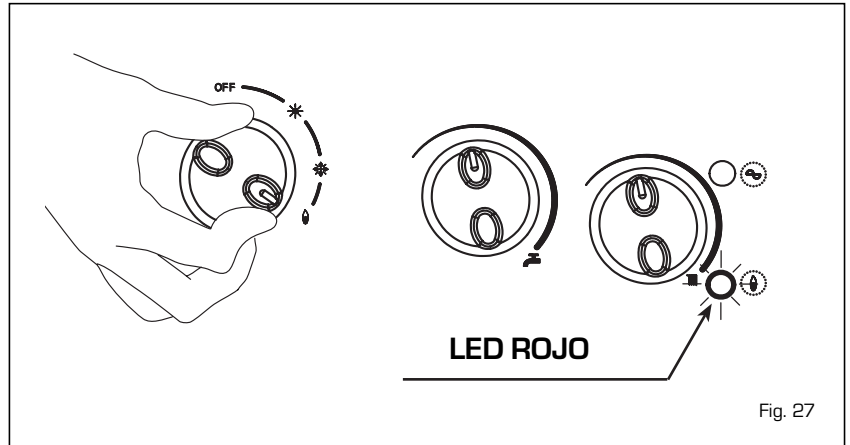

Fig. 27
- Bloqueo del encendido/intervención termóstato de seguridad (fig. 27)
- El quemador principal no funciona (fig. 27/a)